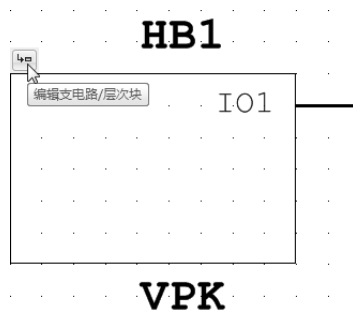

图 5-59 显示“编辑支电路/层次块”按钮
2) 打开顶层原理图“LPF”，将鼠标放置在要查看的子原理图相对应的层次块符号 HB1 上，自动捕捉该符号，在该符号左侧显示“编辑支电路/层次块”按钮 ，如图 5-59 所示。